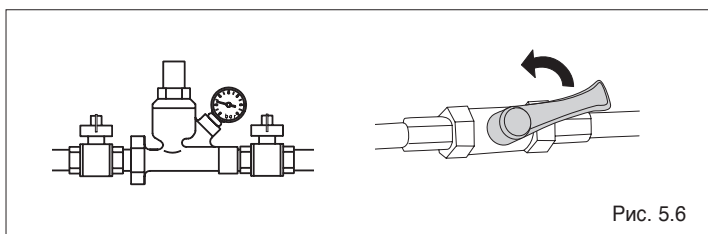

Рис. 5.6
- закройте краны на трубопроводе топлива и на трубопроводе воды (Рис. 5.6).